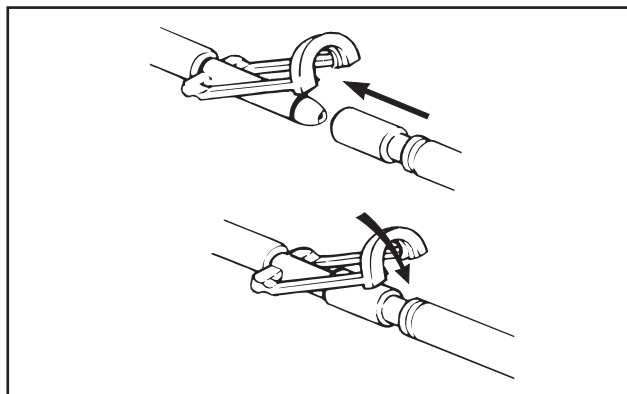

Figure 6—Connecteur Clik-Tite
- b. Fixez les deux connecteurs Clik-Tite (fig. 6) du tuyau connecteur à la couverture/enveloppe corporelle. Insérez le raccord mâle dans le raccord femelle. Lorsque les raccords sont entièrement insérés, enclenchez la bague de verrouillage en place pour assurer un verrouillage positif.